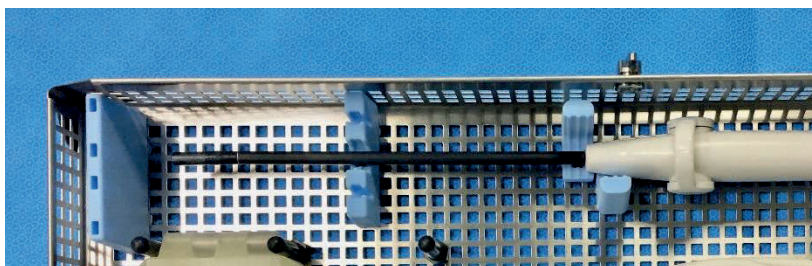

Figura 5-2. Collocazione corretta della sonda IUUS con la punta articolata su 0°
- b. Collocare la sonda IUUS nel vasoio con l'angolo di articolazione a 0°. Verificare che la leva di articolazione sia rivolta verso l'alto, in modo che la superficie del trasduttore della sonda IUUS sia rivolta verso il basso (vedere la Figura 5-2).